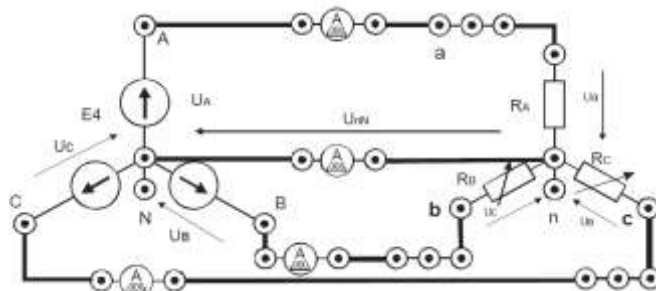

Рисунок 16 – Схема трехфазной электрической цепи
3. Собрать симметричную четырехпроводную трехфазную электрическую цепь (рис. 16). В качестве амперметров использовать цифровые приборы в режиме измерения переменного тока (тумблер режима работы приборов в позиции «~»). В качестве потребителей RA, RB, RC использовать резисторы R17, R18, R19, установив соответствующие тумблеры в позицию «1». Представить схему для проверки преподавателю.